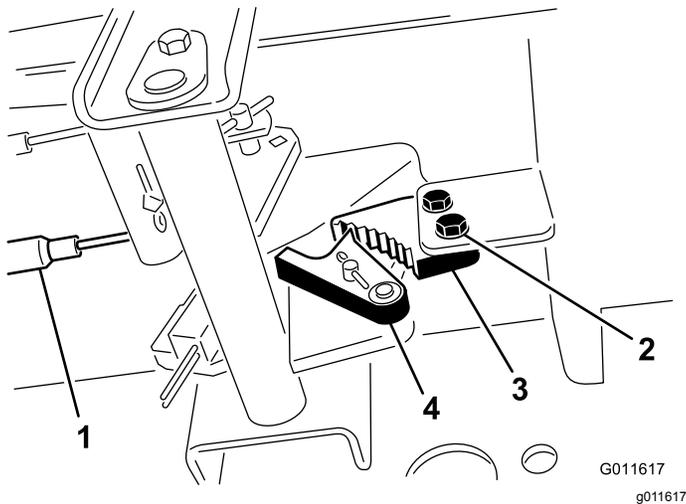

Figure 70
1. Desserrez les 2 vis qui fixent le cliquet du frein de stationnement au cadre (**Figure 70**).
2. Appuyez sur l'avant de la pédale du frein de stationnement jusqu'à ce que le verrou s'engage complètement sur le cliquet du frein (**Figure 70**).